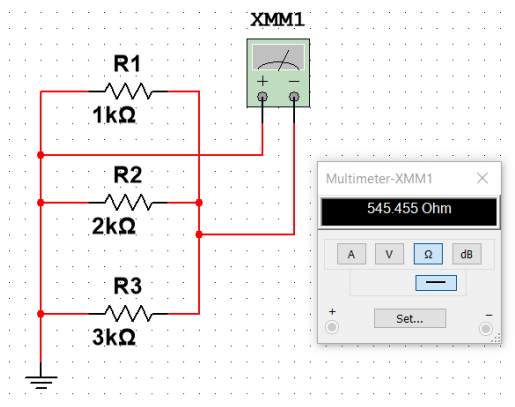

Рис. 5.10
8. Зібрати схему, подібну до рис. 5.10.